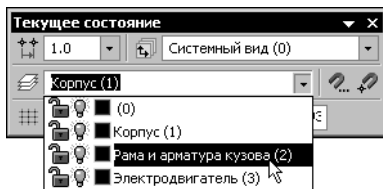

Рис. 46.2. Выбор текущего слоя
- ▼ Выберите или введите с клавиатуры номер или название (это зависит от настройки, см. раздел 46.8 на с. 60) нужного слоя в поле **Текущий слой** на панели **Текущее состояние** (рис. 46.2), и он станет текущим. Слой, выделенный в списке, подсвечивается в окне документа. Значки перед номером или названием слоя показывают его текущее состояние и цвет.
Иногда бывает удобно изменять состояние слоев с помощью значков, отображающих свойства **Активность** и **Видимость** в списке слоев на панели **Текущее состояние** (рис. 46.2). Щелчок на значке изменяет значение свойства слоя на противоположное.